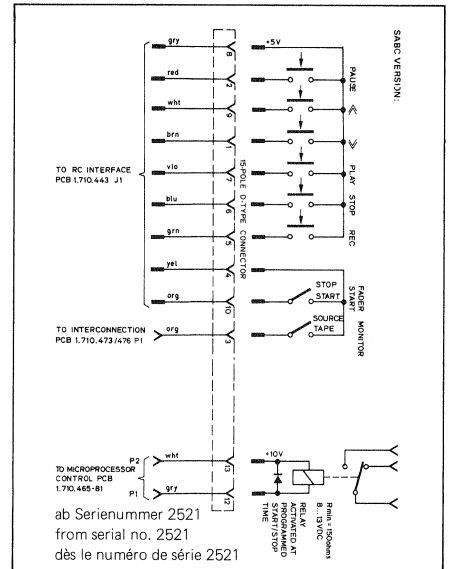

Fig. 1.4
- [44] Fernsteueranschluss für Geräte ab Seriennummer 2521 (siehe 1.5, Fig. 1.4)
- [44] Remote control connector for units as of serial no. 2521 (see 1.5, fig. 1.4)
- [44] Prise de télécommande pour les appareils à partir du numéro de série 2521 (voir 1.5, fig. 1.4)